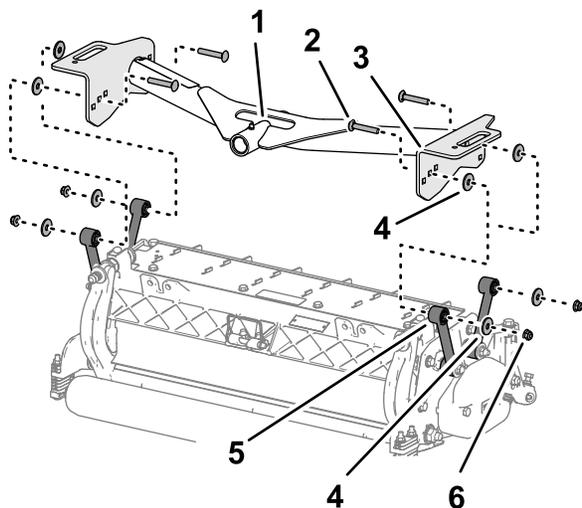

Figura 17
1. Alinhe os orifícios nas placas da estrutura de suporte dianteira com os orifícios nas placas de montagem da unidade de corte (Figura 17).
2. Alinhe uma arruela entre a placa de suporte e a ligação (Figura 17), e monte frouxamente as placas e o espaçador com um parafuso francês (3/8 x 2,25 pol.), uma arruela e uma contraporca flangeada (3/8 pol.).